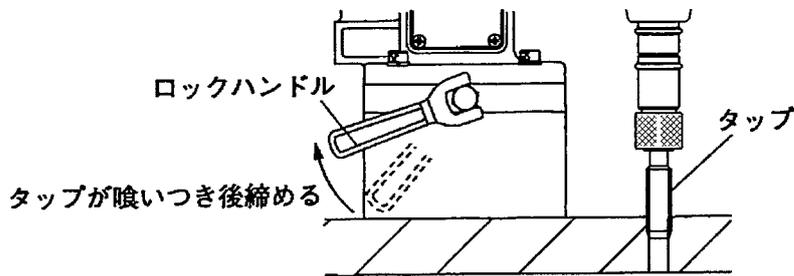

図 28
- ③ネジ立てが開始されてからタップ先端が2山程度下穴に喰いついたときに、マグネット側面のロックハンドルを締めてください。(図28)
- ④ネジ立てが開始されると、ネジのピッチによりタップが進んでいきますので、ハンドル棒を送る強さは、軽くハンドル棒に手をそえる程度にしてください。